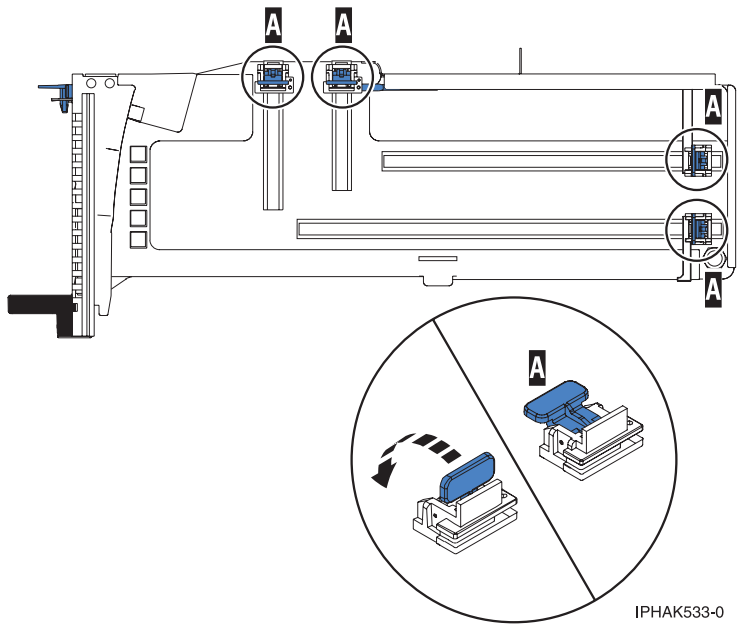

Figure 133. Crochets de retenue
- b. Vérifiez que tous les crochets de retenue de carte (**A**) sont repoussés vers les bords de la cassette pour permettre l'installation de la carte. Voir figure 133, à la page 153.